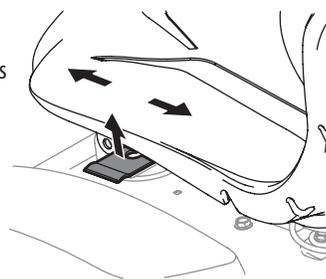

Figure 11
- Relâchez le levier. Assurez-vous que le siège est verrouillé avant d'utiliser l'appareil. Voir Figure 11.